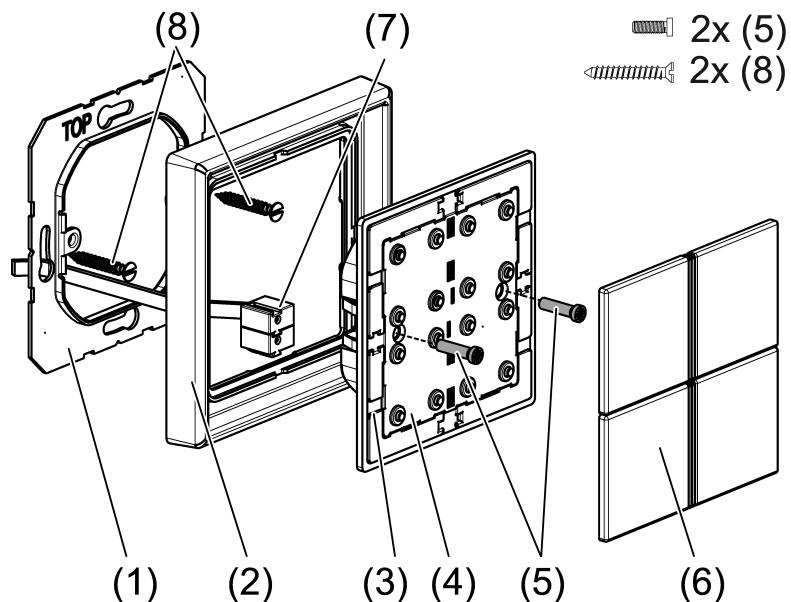

Bild 5: Montage Tastsensor-Modul
- Adapterrahmen (3) lagerichtig von vorn auf das Tastsensor-Modul (4) aufrasten (siehe Bild 5). Kennzeichnung TOP = oben beachten.